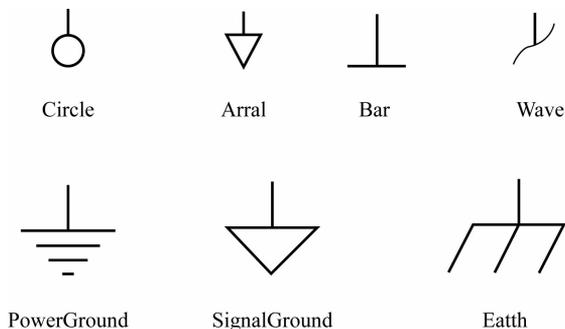

图 4-96 电源端口图标
(3) 单击“颜色”色彩块，打开“选择颜色”对话框，在“选择颜色”对话框中选择电源端口的颜色，然后单击“确定”按钮，关闭“选择颜色”对话框。
(4) 单击“定位”右侧的文字，在弹出的下拉列表中选择电源端口的旋转角度选项。
(5) 单击“类型”右侧的文字，在弹出的下拉列表中选择电源端口标志的样式。Altium Designer 16 为用户提供了多种电源端口图标，如图 4-96 所示。